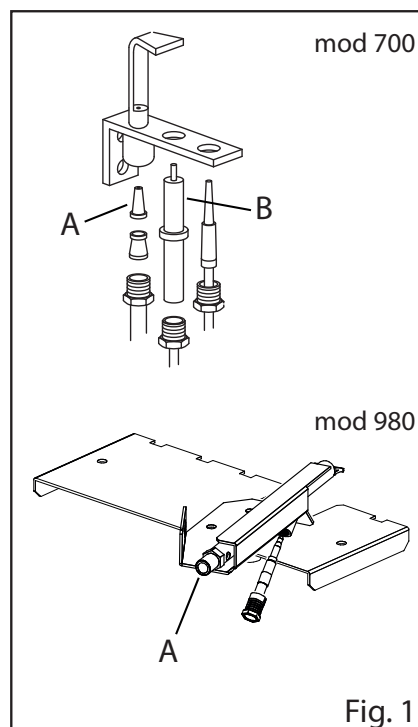

Fig. 1
- Sostituire l'iniettore pilota (Fig. 1/A) con quello corrispondente al gas prescelto secondo quanto riportato nella Tabella di riferimento.